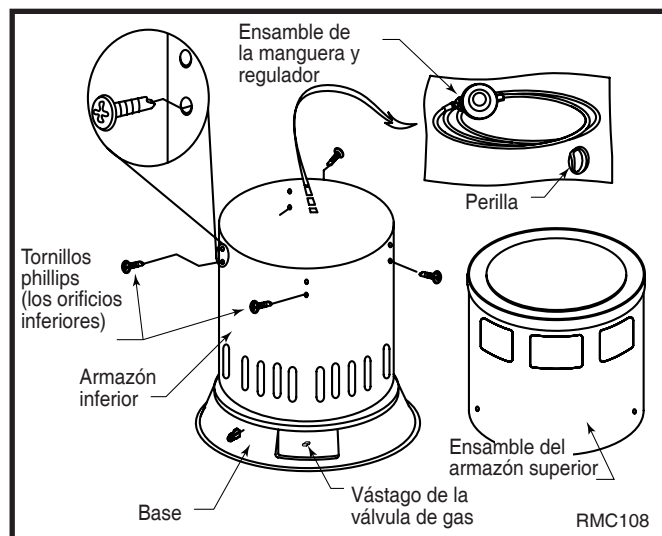

Fig. 3 Saque el conjunto de la manguera con regulador, coloque cuatro tornillos en los agujeros de la parte superior de la sección inferior de la carcasa.
5. Coloque cuatro tornillos phillips en los agujeros de la parte superior de la sección inferior de la carcasa. LPC80/200 (Fig. 3).